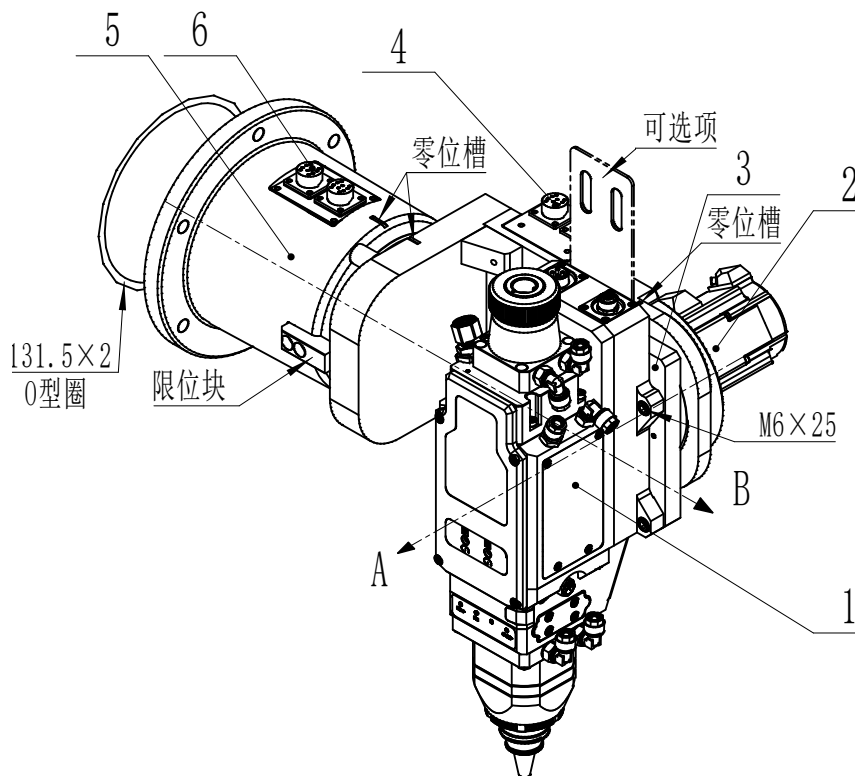

图 1 TKF420 结构示意图
如图 1 所示, TKF420 结构产品由: BLT420精密激光切割头 (1)、切割头固定板 (3)、A 轴摆动机构 (2)、B 轴摆动机构 (5)、和A、B轴电缆连接孔 (4、6), 五个基本单元组成。
- (1) BLT420精密激光切割头或其他同类型切割头;
- (2) 切割头固定板: 可根据客户需求更改切割头安装孔位;
- (3) A 轴摆动机构: 由电机、减速机机构组成, 可在一定角度摆动;
- (4) B 轴摆动机构: 由电机、减速机机构组成, 可在一定角度摆动;
设备安装完成后, 请按图1所示, 调整零位槽使机器到达初始位置!